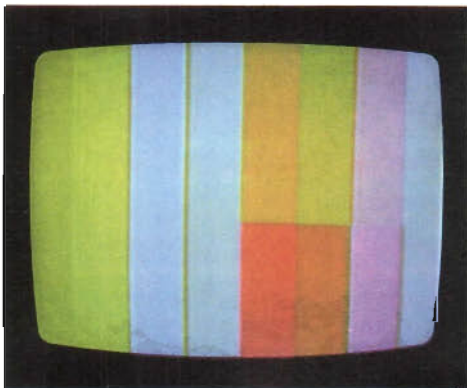

Fig 23. Do med fassel till V-demodulatorn.
- b) amplitudfel i fördröjningsledningen, se fig 23.